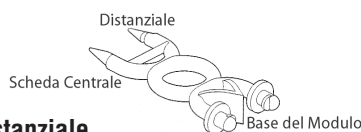
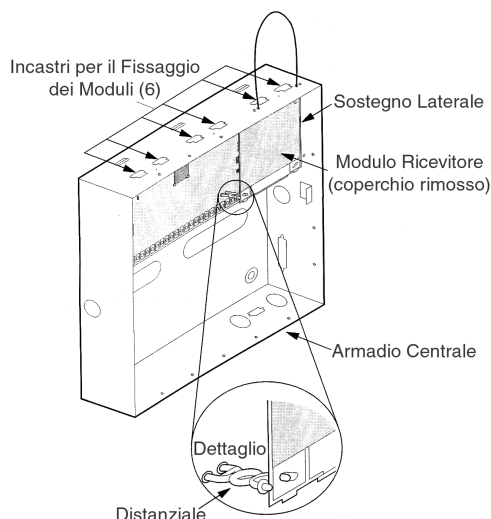

Figura 4: Distanziale
Figura 5. Fissaggio del modulo nell'armadio metallico della centrale Concord
3. Inserite un distanziale mostrato in Figura 4 (e fornito con la centrale) nel circuito stampato della centrale (Si veda la posizione indicata nella Figura 5)
4. Fate scorrere la base del modulo dentro i due incastri posizionati nella parte in alto a destra dell'armadio e sul sostegno di destra dell'armadio. (Figura 5)
5. Premete l'angolo in basso a sinistra del modulo sul distanziale. (Vedere dettaglio in Figura 5)